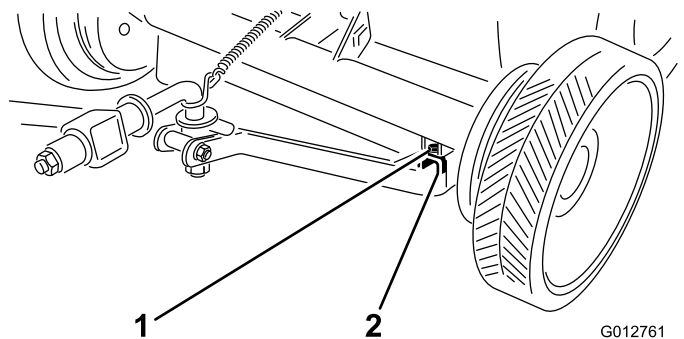

図 12
1. 牽引バーの穴を、モアのクロスチューブのブラケットに合わせる。キャップスクリュー $\frac{1}{2}$ -13 x $3\frac{1}{2}$ "、スペーサチューブ、ロックナット $\frac{1}{2}$ -13で、 図 12 のようにそれぞれの側を固定する。